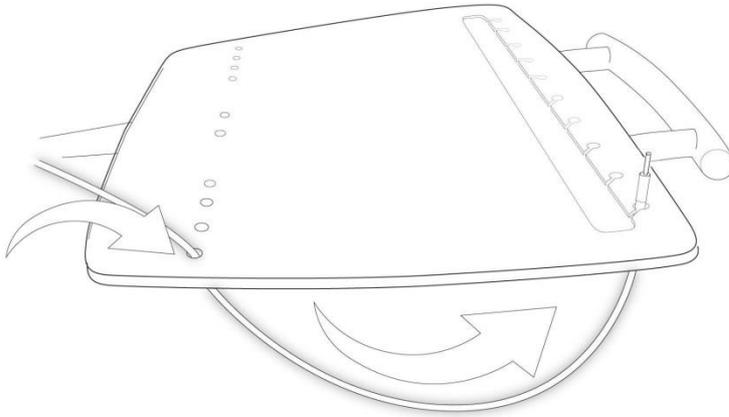

Abbildung 10: Durchführen der LWL durch die Öffnungen im Tisch
- i. Führen Sie das distale Ende des Lichtwellenleiters durch das entsprechende Loch auf der Rückseite des Tisches (Abb. 10).
- ii. Hängen Sie den Lichtwellenleiter in die entsprechende Nut auf der Vorderseite des Tisches (Abb. 10).